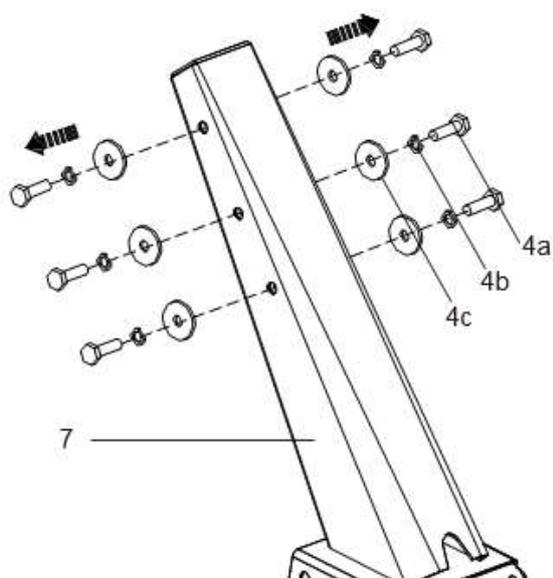

Fig.8
1. Retirez le boulon pré assemblés (4a), la rondelle élastique (4b) et la rondelle (4c) du support de poignée (7) gardez-les à portée de main. (Fig.8)